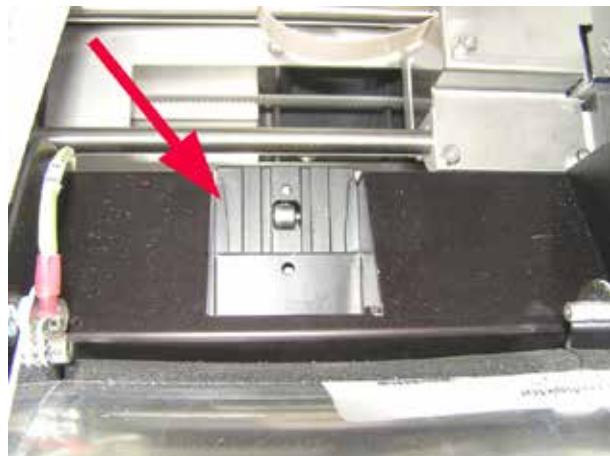

図 48
- **スライド供給シート (→「図 48」)**
シートが清潔なことが必要です(→「図 48」)。